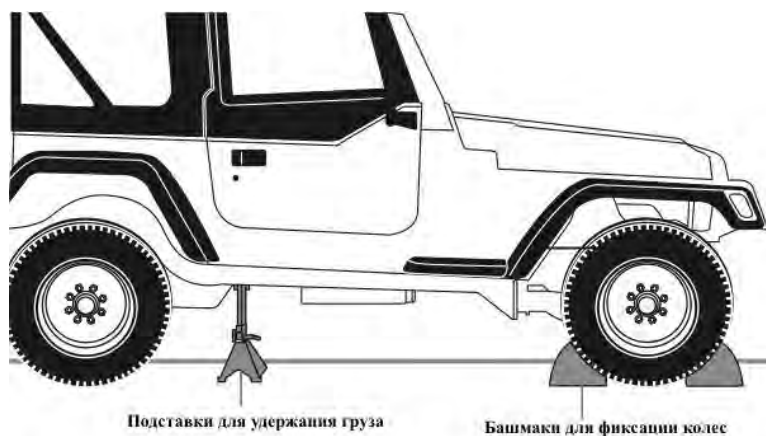

Рисунок 2.
1. Подложите башмаки чтобы предотвратить откатывание машины при подъеме (см. рисунок 2).